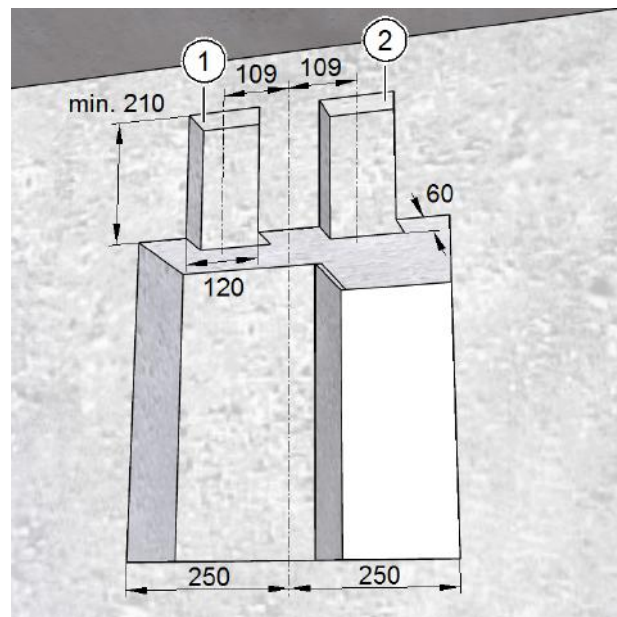

Abb. 9: Mauernuten für Flachkanalanschlüsse fräsen, Maße in Millimeter
- ▶ Fräsen Sie mit der Mauernutfräse zwei Nuten für den Abluftkanal (Pos. 1 in Abb. 9) und für den Zuluftkanal (Pos. 2 in Abb. 9) mit der Breite 120 mm, der Tiefe 60 mm und einer Höhe von mindestens 210 mm (siehe Abb. 9).